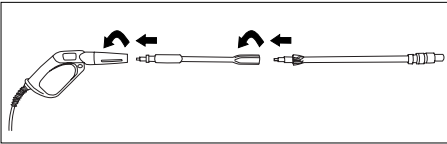

Figura 4 - Conexión de la pistola y lanza
2. Inserte la vara ajustable en la vara corta y gire en sentido horario hasta llegar al tope, como se indica en la Figura 4.